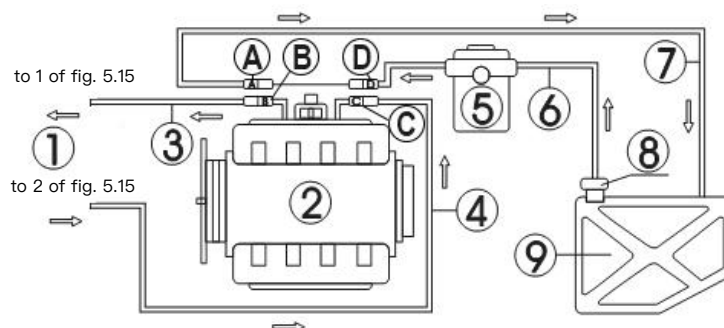

Рисунок 5.17 — Подключение магистралей (вариант 1)
- 1) Отсоедините топливоподающие шланги (C, D) и шланги обратной подачи топлива (A, B) топливной системы двигателя, (при отсоединении топливных соединений накройте их полотенцем). Подберите подходящие переходники, подключите их к концам B и C, затем соедините другие концы с соответствующими шлангами возврата и выхода устройства. См. рисунок 5.17.